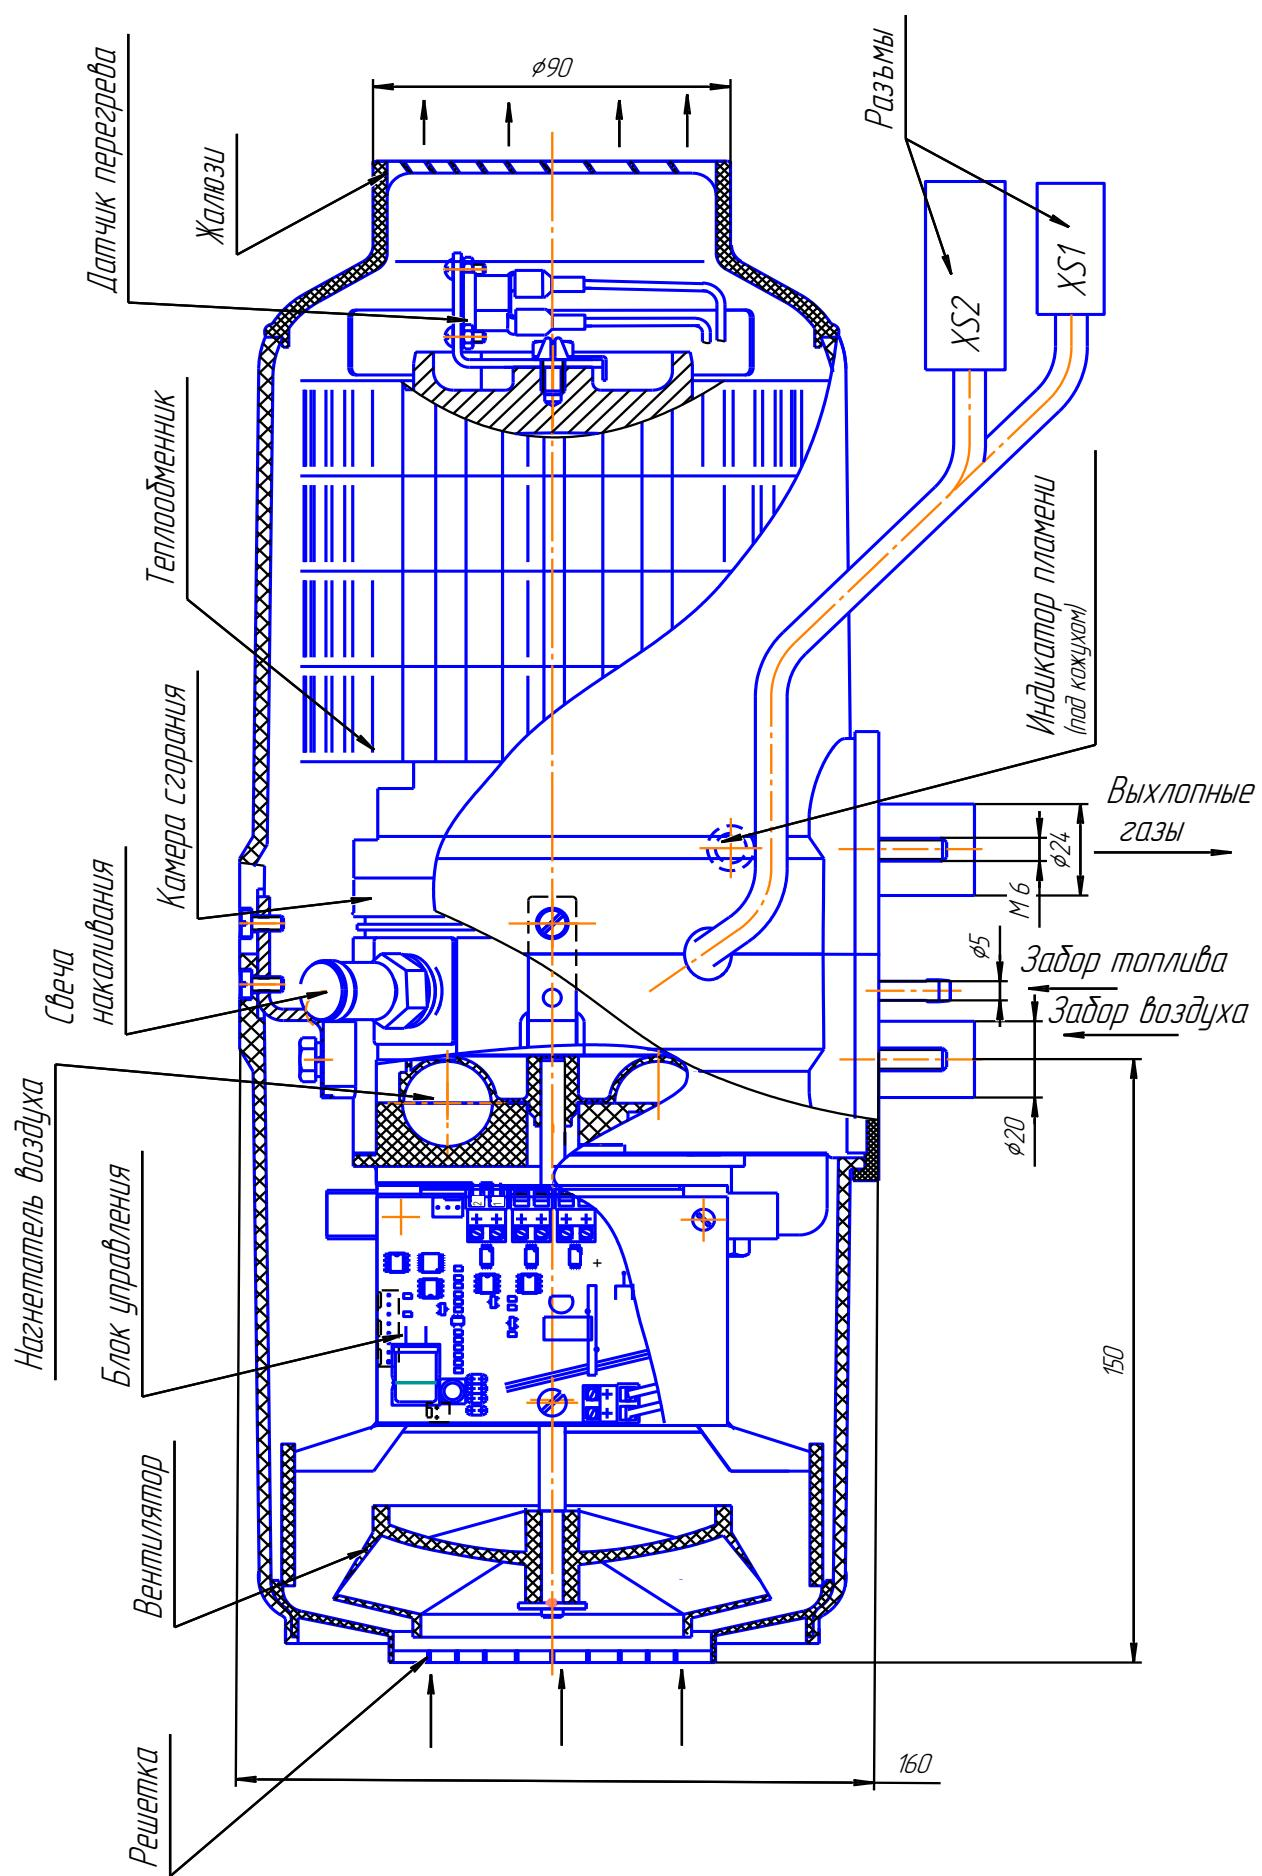

Рис. 4.2 –Основные узлы нагревателя
- нагреватель (основные узлы нагревателя показаны на рис.4.2);